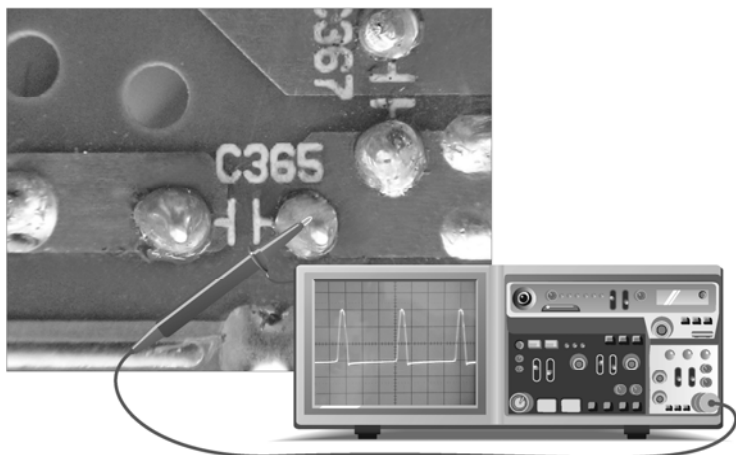
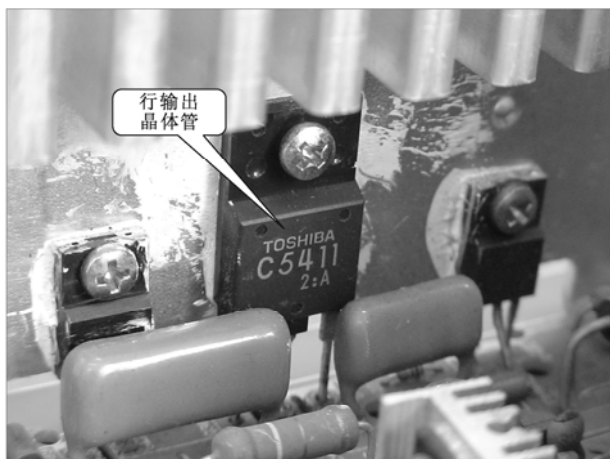

图 5-36 行逆程脉冲信号的检测
图 5-37 行输出晶体管 Q309 的实物外形图
对该部分进行检修时, 主要要对上述关键元器件进行检修。检修时一般以行输出变压器为入手点。先检查行输出变压器的⑥脚有无行逆程脉冲信号输出。对该信号测量, 也可检测逆程电容 C365 输出端的信号, 如图 5-36 所示。
若无如图 5-36 所示信号波形输出, 则应检查行扫描电路中的主要元器件是否出现异常。首先检测行输出晶体管 Q309 是否正常, 图 5-37 为行输出晶体管 Q309 实物外形图。